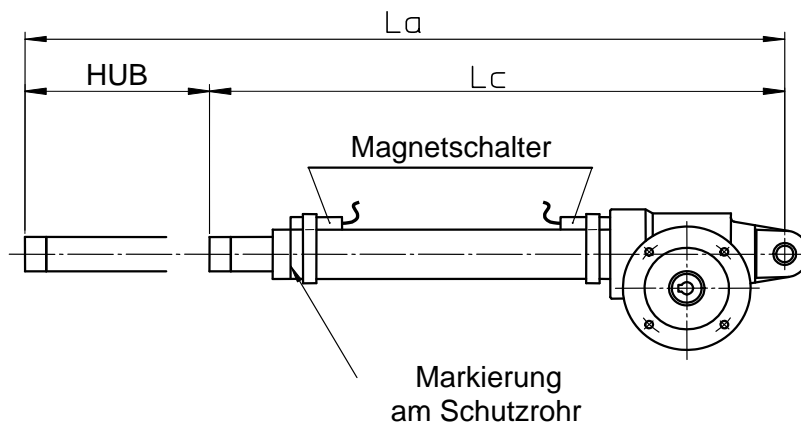

Bild 1.6: Linearantrieb mit magnetischen Endschalter
- Wenn erforderlich ändern Sie die Position der einstellbaren Magnetschalter (siehe Fig. 1.6), um die Endposition des Linearantriebes zu begrenzen. **Geben sie acht damit der Magnetschalter nicht über der Kreismarkierung auf dem Schutzrohr platziert wird**